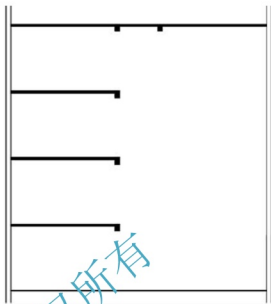

图 4.92 修整屋面板
(6) 用【延伸】命令将屋面板延伸至①轴线外墙处, 并复制生成屋面板下部另一根根梁, 两根梁的间距为 2100mm, 结果如图 4.92 所示。